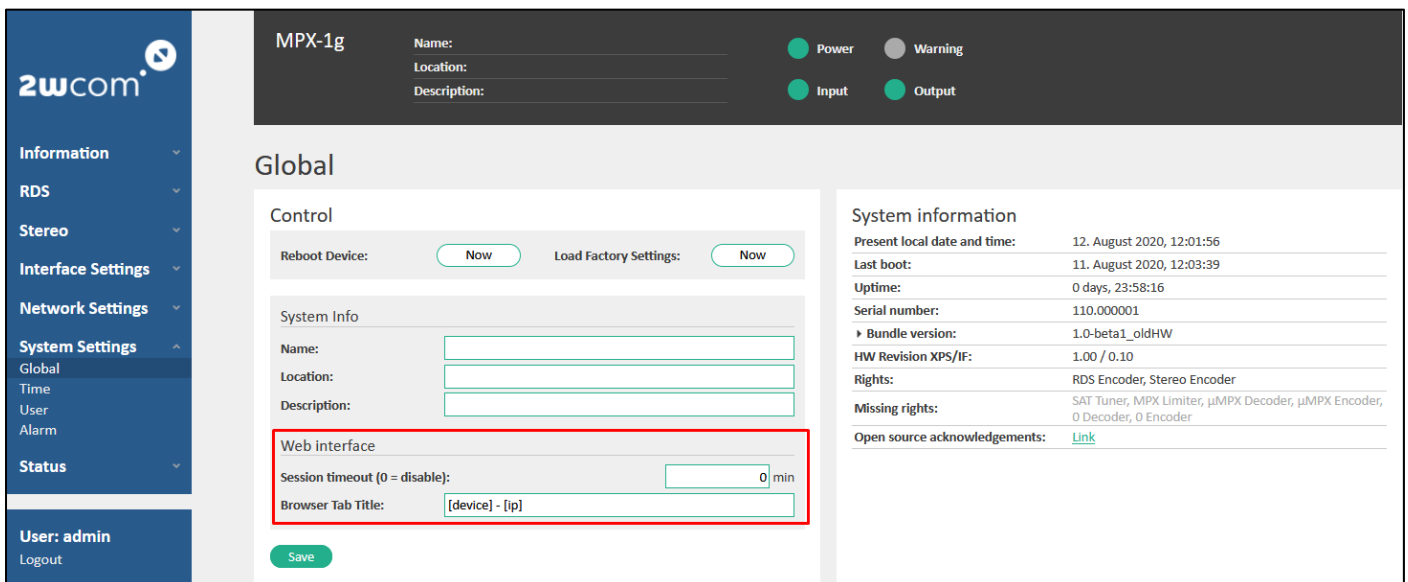

Abbildung 45: Einstellungen für Webinterface
- Öffnen Sie das Fenster „Global“ unter **System Settings→Global** (s. Abbildung 45).